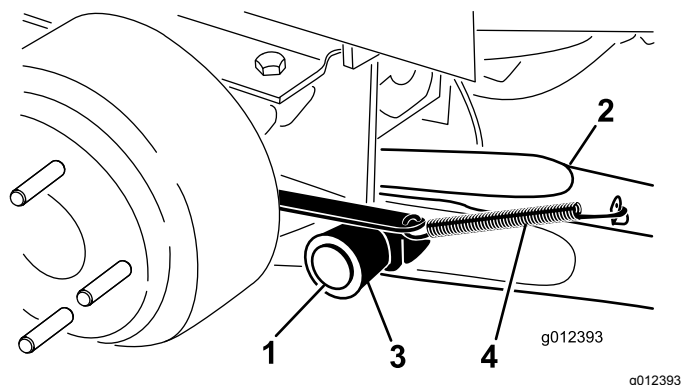

Figura 4
4. Monte un brazo de elevación en el soporte pivotante con un pasador de giro y un pasador de seguridad (Figura 4). Monte el brazo de elevación con la curva hacia fuera.
5. Enganche el muelle de retorno del freno en la pestaña del brazo de elevación (Figura 4).